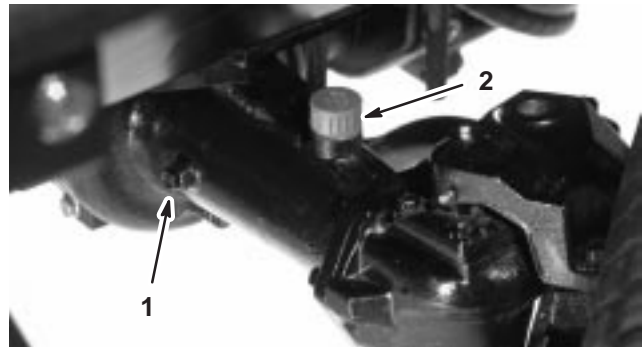

Bild 8
2. Entfernen Sie die Prüfschraube aus einem Ende der Achse (Bild 8) und stellen sicher, dass der Schmierstoff die Unterseite des Lochs erreicht. Entfernen Sie bei niedrigem Ölstand die Füllschraube (Bild 8) und füllen genug Öl ein, um den Stand bis an die Unterseite der Prüfschraubenlöcher anzuheben.